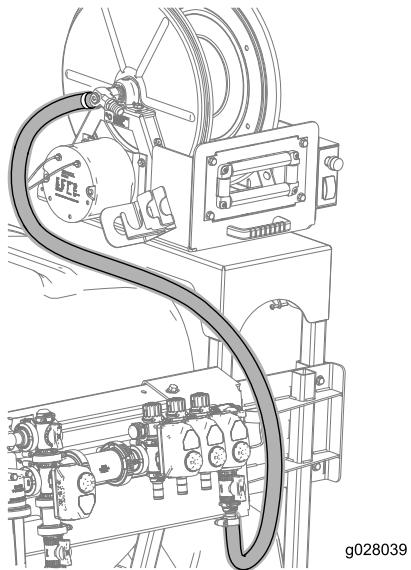

图16
9. 如图16 中所示，将软管 (1.8m) 与软管卷总成上的软管宝塔接头连接起来，并使用软管夹固定软管。